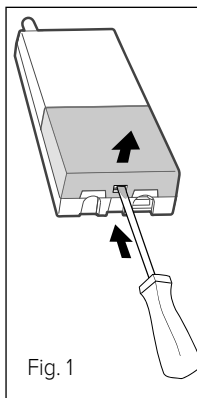

Fig. 1
- Ouvrir le couvercle en exerçant une légère pression sur la languette au bas du répéteur (Fig. 1).